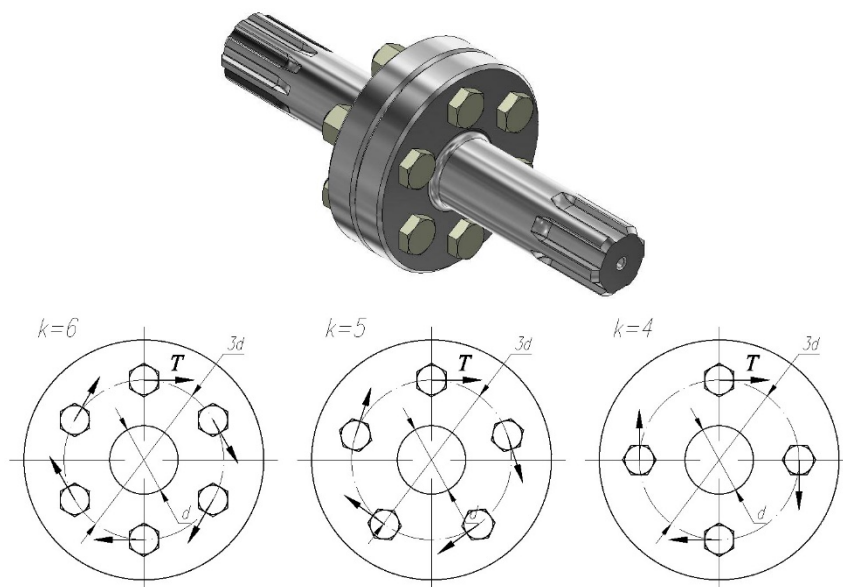

Рисунок 3
6. Для фланцевого соединения (рис. 3) на опасном участке определить диаметр стальных болтов из условия прочности на срез, если  $[\tau]_6=100$  МПа.